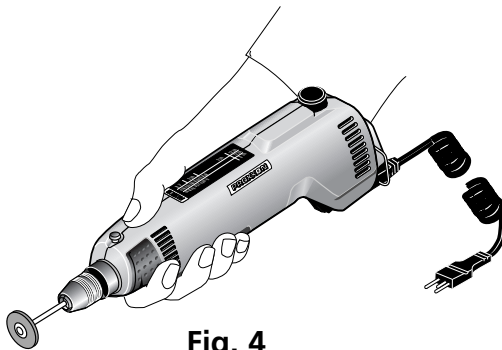

Fig. 4
3. Bei groben Arbeiten sollten Sie das Gerät wie einen Hammerstiel halten (Fig. 4).